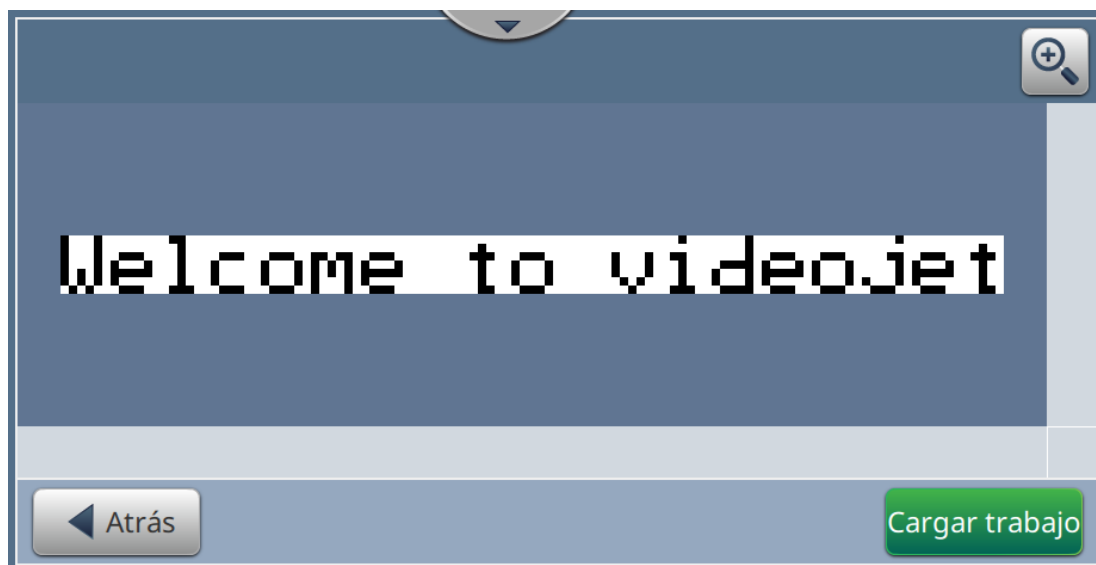

Figura 4-4: Selección y carga de trabajos
3. Pulse el botón **Cargar trabajo** para cargar el trabajo de impresión como se muestra en la Figura 4-4.